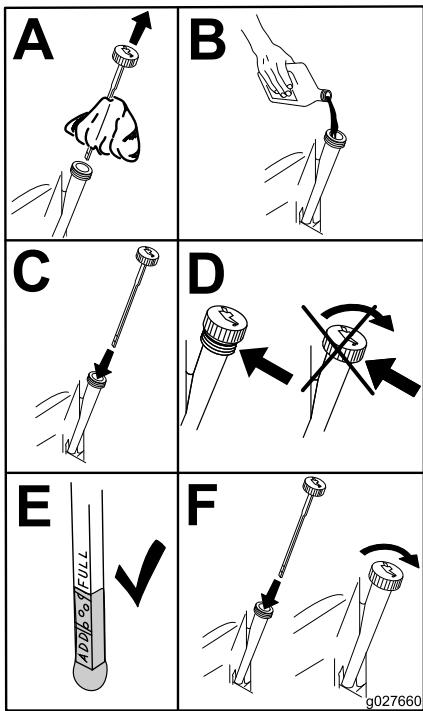

Figura 42
- Vierta lentamente un 80% aproximadamente del aceite especificado por el tubo de llenado, luego añada lentamente el resto del aceite hasta que llegue a la marca de **Lleno** (Figura 42).